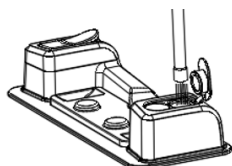

Fig. 6
2. Caricare l'acqua. Può essere utilizzato il disinfettante puro senza additivi e essenze profumate (Fig. 6).